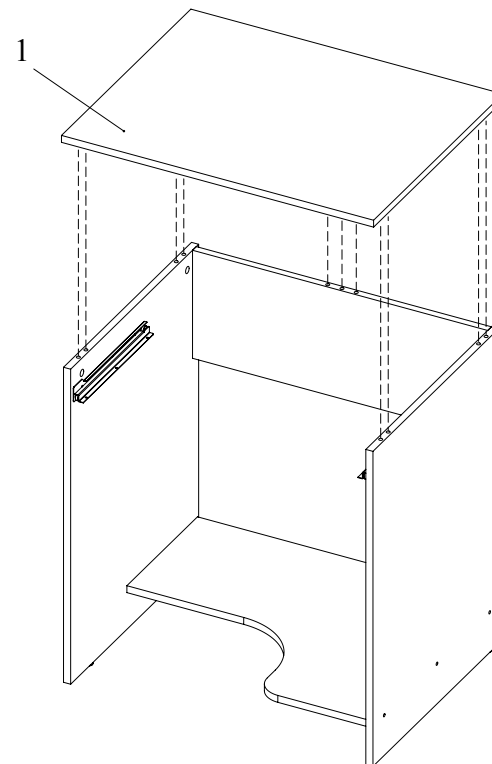

Рис.5
6. Установить столешницу 1 и затянуть головки минификсов конфирматным ключом (Рис. 5).